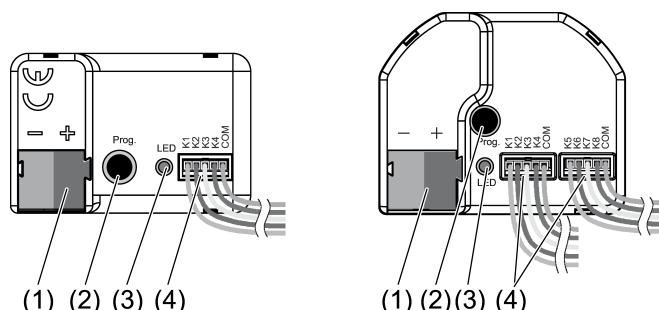

рисунок 1: Конструкция устройства
- Подключите провод шины к присоединительной клемме, соблюдая правильное расположение полюсов (красный = +, черный = -) (см. рисунок 1).